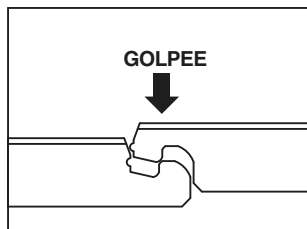

Fig. 2
- Utilice espaciadores a lo largo de todos los lados que hagan tope contra las paredes para mantener una zona de expansión de 3/8" a 1/2" (10 mm a 13 mm). Se requiere una zona de expansión alrededor del perímetro de la habitación así como contra objetos finos. Coloque las piezas de izquierda a derecha. Enganche las uniones terminales alineando la lengüeta terminal con la ranura del extremo de la tabla anterior y seguidamente golpee suavemente las uniones. (Fig. 2)